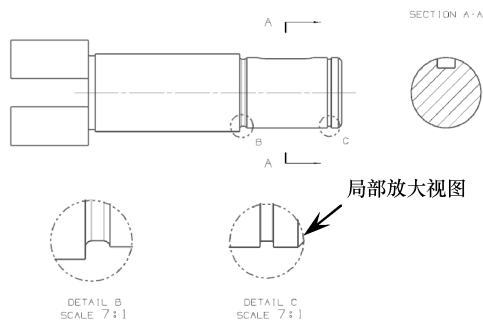

图 10-61 创建另一局部放大视图
- 07 同理，在轴的另一退刀槽处创建放大比例为【7:1】的局部放大视图，如图 10-61 所示。